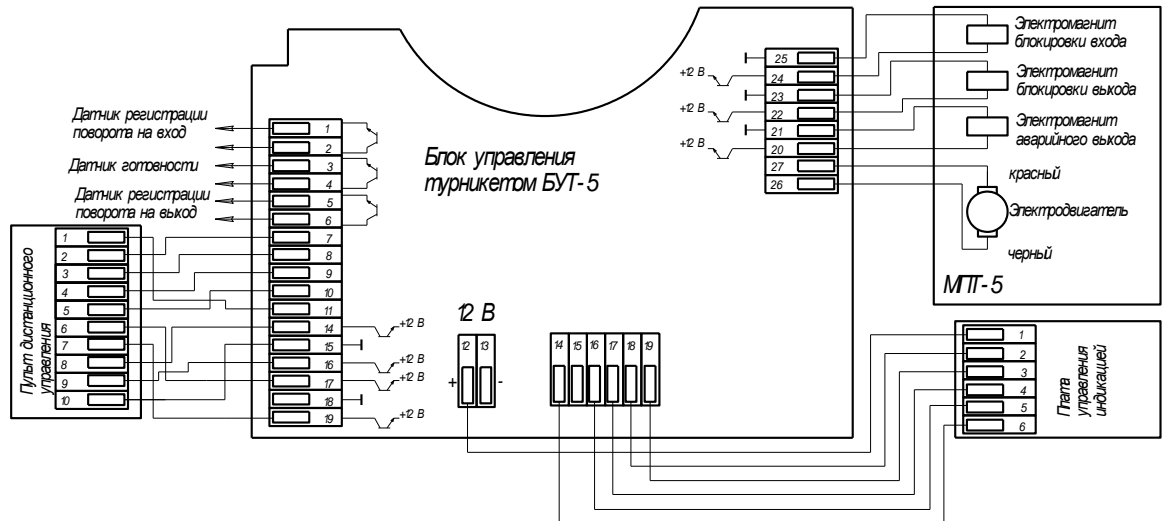

Рис. 5
- 6) Подключить кабели питания и ПДУ к ПУ турникета в соответствии с Рис.5 заземлить корпус турникета. Заземление корпуса турникета производится в соответствии с требованиями «Правил устройств электроустановок с напряжением до 1000 В».
- 7) Подключить кабель СКУД к ПУ турникета в соответствии с Рис.5